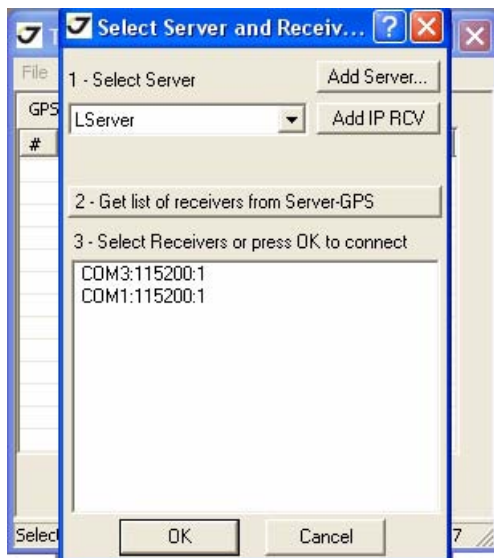

Рисунок 5-7. Параметры соединения
2. Запустите TriVU. Выберите порт (COM) и нажмите Ok (Рисунок 5-7).